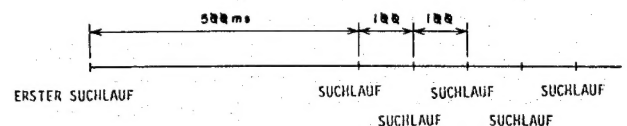

Abb. 5-7
- (d) Wenn man die Taste kontinuierlich gedrückt hält, entspricht die Suchlaufzeit der Abb. 5-7.